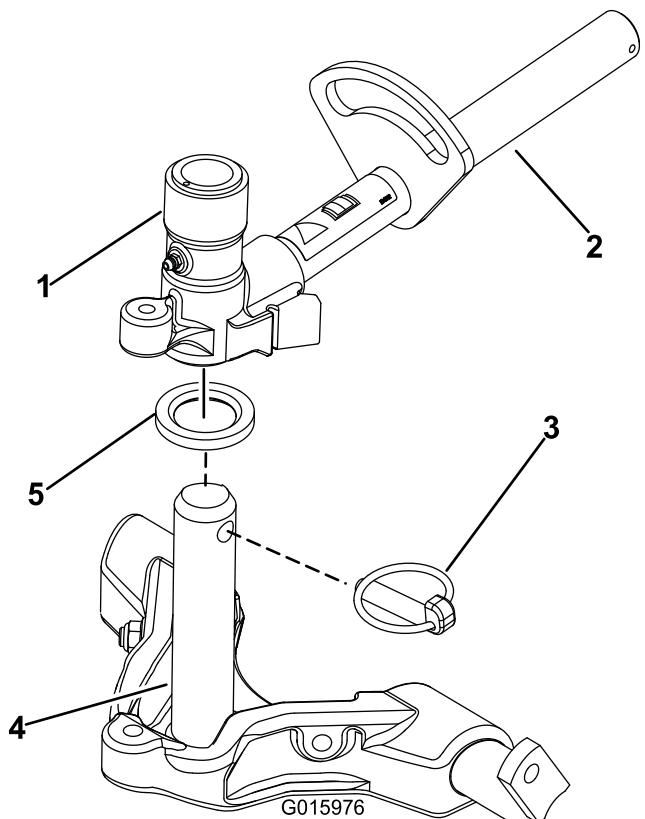

图 16
9. 在承载架轴上涂抹干净的润滑脂 图 16。
10. 对于前滚刀组在将承载架轴向上插入提升臂轴轭的同时把滚刀组滑到提升臂下方 图 16。确保将止推垫圈放在承载架轴上。
11. 使用保险销将承载架轴固定到提升臂轭 图 16。
- B. 将提升臂轭插入承载架轴的上方 (图 16)。